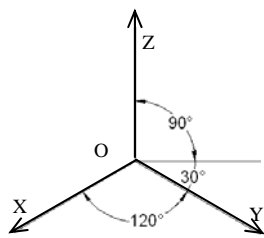

图 12.2.23 正等轴测轴坐标系
说明: 在轴测图中创建尺寸时, 为保证图形的立体感, 先使用对齐标注命令进行标注, 再选择 **标注 (M)** \rightarrow **倾斜 (Q)** 命令, 将标注的尺寸界线倾斜适当的角度, 使其平行轴测轴 (正等轴测轴坐标系如图 12.2.23 所示)。在各个轴测面上进行标注时, 尺寸的倾斜角度有以下规律: